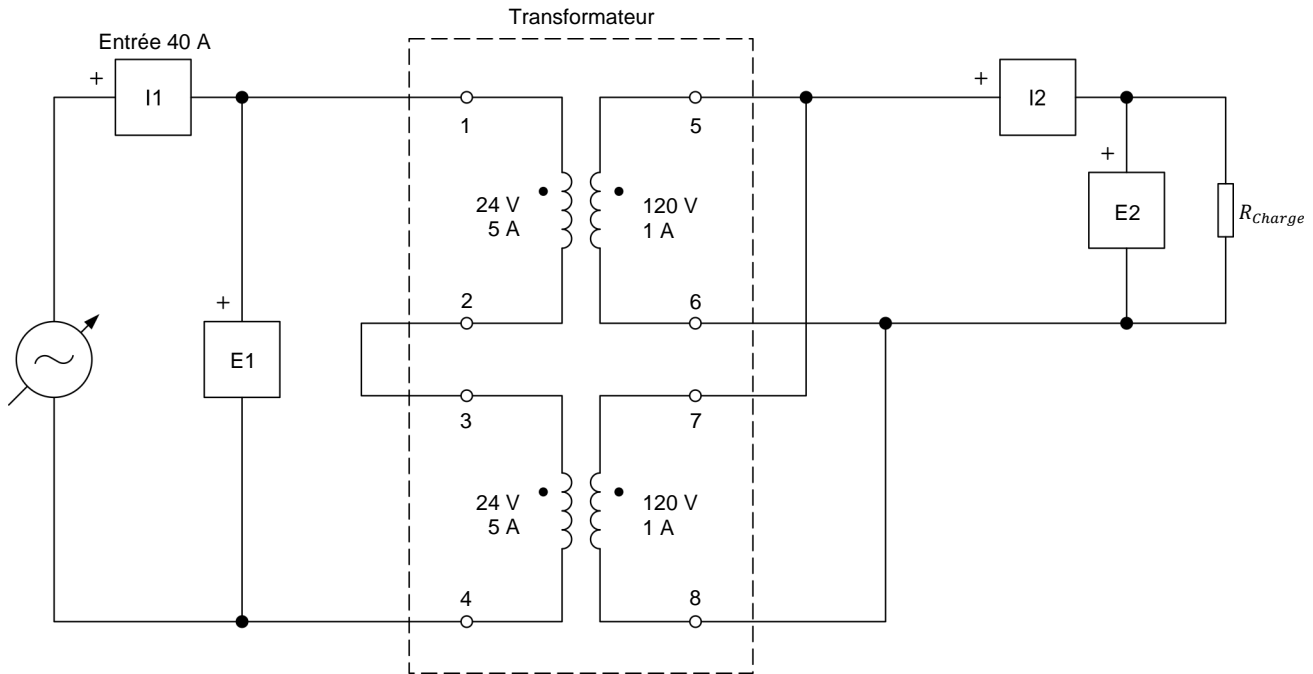

Figure 25. Circuit de transformateur utilisé pour étudier les pertes, l'efficacité et la régulation de tension d'un transformateur.
8. Connectez l'équipement tel que montré dans la figure 25.